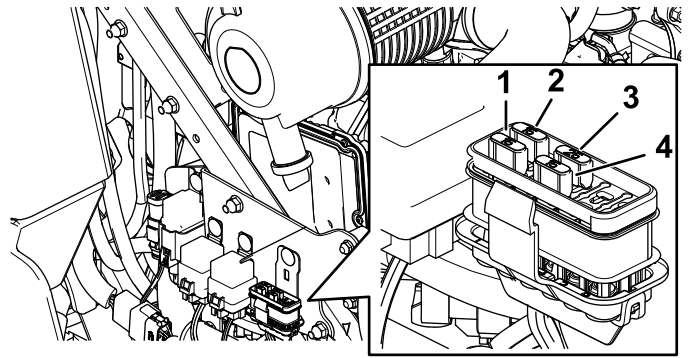

Bild 45
3. Setzen Sie eine neue Sicherung ein (Bild 45).